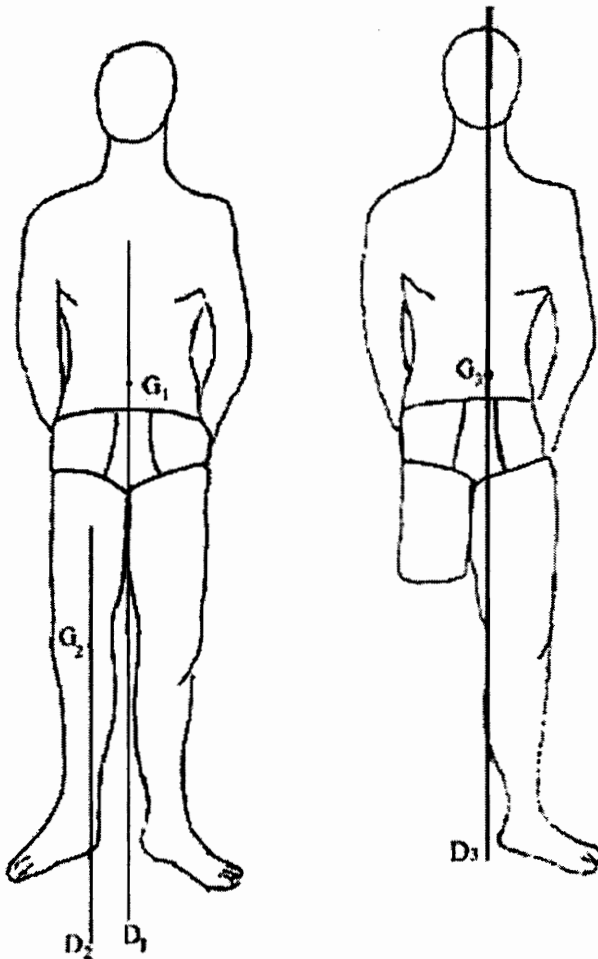

Figure 3
- 3.1- L'homme étant amputé d'une partie du membre inférieur droit – cette partie ayant un poids  $P_2$  – exprimer  $d_3$  en fonction de  $P_1$ ,  $P_2$  et  $d_2$  (**figure 3 et 4 ci-dessous**).
- 3.4- La personne amputée peut-elle être en équilibre telle qu'elle est représentée sur la **figure 3** ? Justifier.